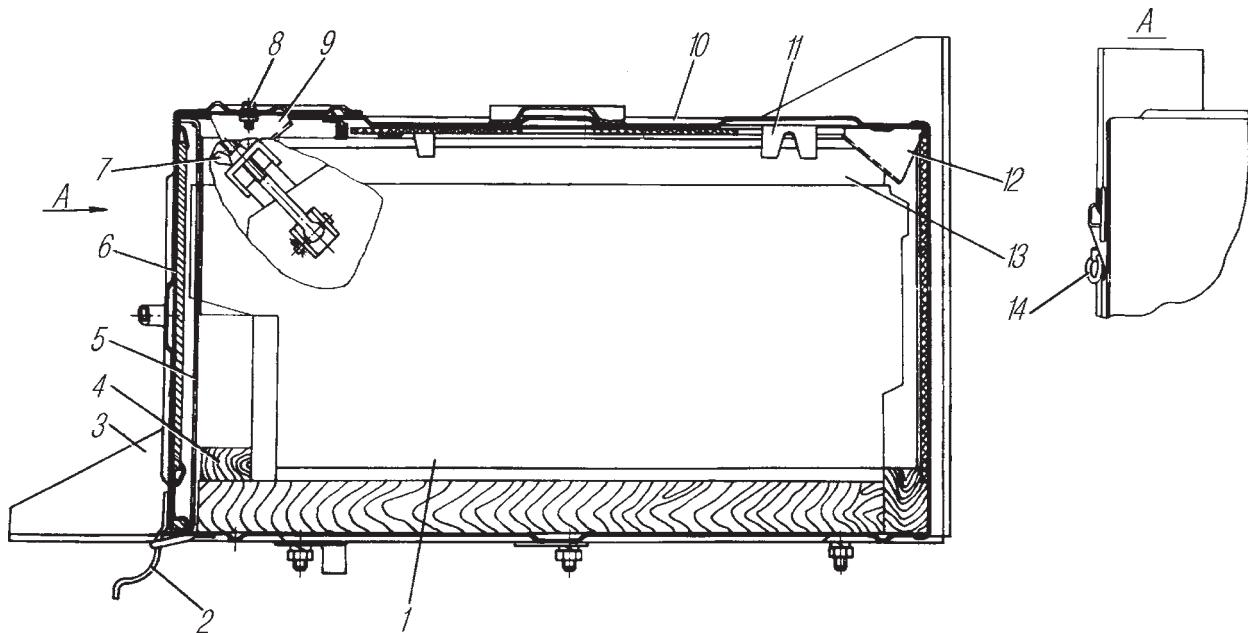

Рис. 92. Установка аккумуляторных батарей:
**Крепление аккумуляторных батарей.** Аккумуляторные батареи 1 (рис. 92) установлены в контейнере 10 на двух боковых и средней опорах. Батареи после их установки в контейнер крепятся двумя верхними прижимами 13 и передним упором 4. Верхние прижимы 13 фиксируются передними 9 и задними 12 клиновыми упорами. Передние клиновые упоры 9 выполнены регулируемыми и закреплены